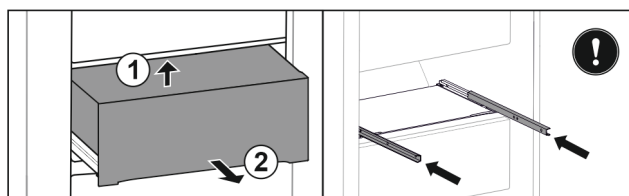

Fig. 124
- ▶ Sollevare il cassetto dal basso sul lato posteriore. Fig. 124 (1)
- ▶ Rimuovere il cassetto tirandolo in avanti. Fig. 124 (2)